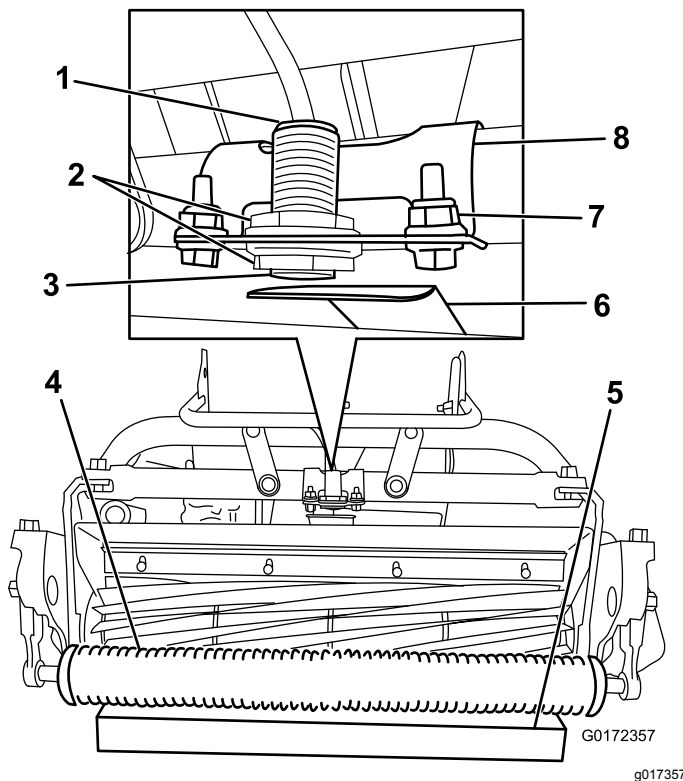

図 17
2. センサーについているジャムナットをゆるめて、ジャムナットの先端からねじ山が1山だけ見えるように調整する図 17。
4. カuttingユニットの前ローラの下に 3.8 cm の角材を置く図 17。
5. センサーのブラケットをフレームに固定している締め具をゆるめる図 17。
8. センサー上部にあるランプが点灯するように、センサーのブラケットをターゲットプレートに向ける図 17。すでにランプが点灯している場合には、ランプが消えるまでブラケットを回し、それから元に戻してもう一度点灯させる。